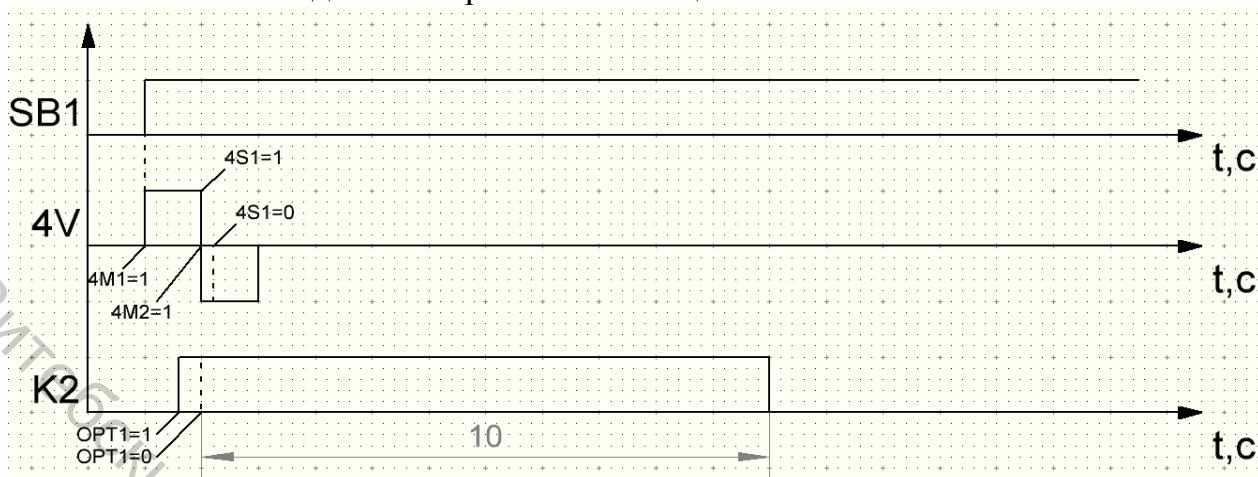

Рисунок 51 – Тактограмма работы программы подачи материала со станции стекового накопления
1.2.1. При замыкании кнопки SB1 срабатывает электромагнит 4M1 распределителя 4V (подача материала на станцию конвейера); при срабатывании датчика 4S1 срабатывает электромагнит 4M1 распределителя 4V (возврат цилиндра станции стекового накопления в исходное состояние); срабатывании датчика OPT1 замыкает реле электродвигателя K2 (запуск конвейерной ленты). Конвейерная лента работает в течении 10 сек. после размыкания датчика OPT1 (рис.51).